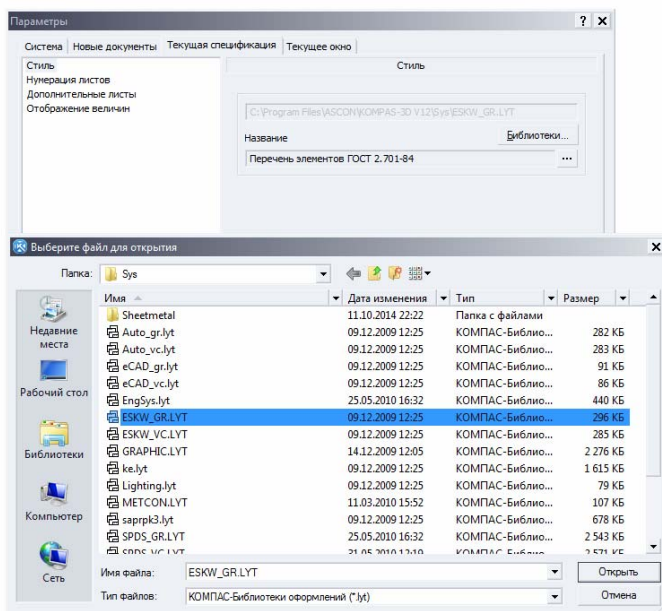

Рис. 8.1. Задание стиля перечня элементов
1. Необходимо создать новый документ- *Спецификация*. И в этом документе изменить стиль. Меню *Сервис-Параметры*. Выбрать вкладку *Текущая спецификация* *стиль*. Нажать кнопку *Библиотеки* и выбрать *ESKW_GR.LYT* (рис. 8.1) .